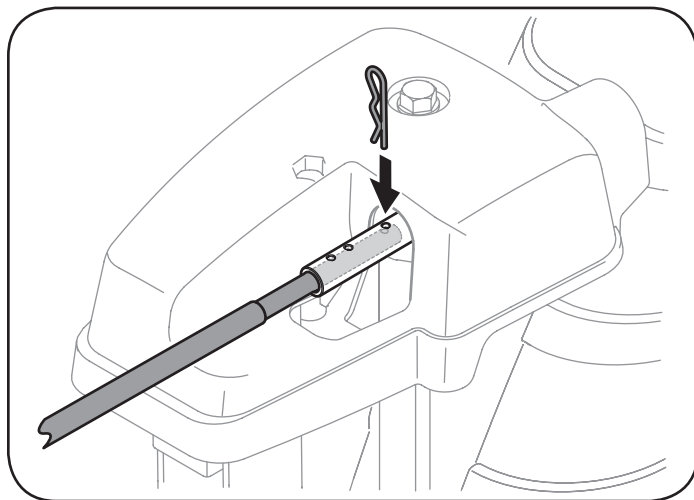

Figura 48
2. Pulse en la barra de control del canal hasta que el agujero en el que se alinee con el tercer hoyo en el conjunto de la rotación de canal. Ver la Figura 48.
3. Vuelva a insertar el pasador a través de este agujero y la barra de control del canal, como se muestra en la Figura 48.